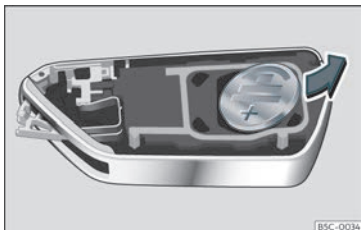

Fig. 77 Chave do vehículo: extracción da pila.
- Retire a pila do compartimento cun obxecto fino axeitado >>> **fig. 77**.
- Coloque a pila nova e prémaa no compartimento para a pila >>> ①.